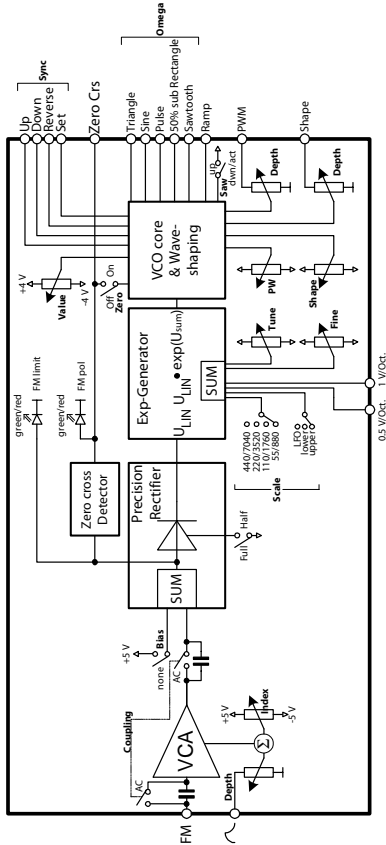
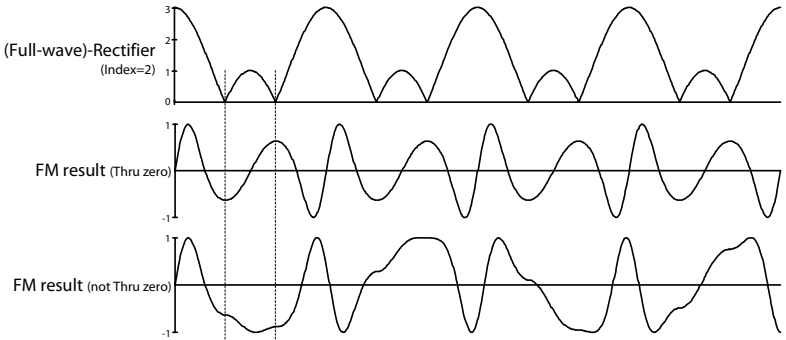
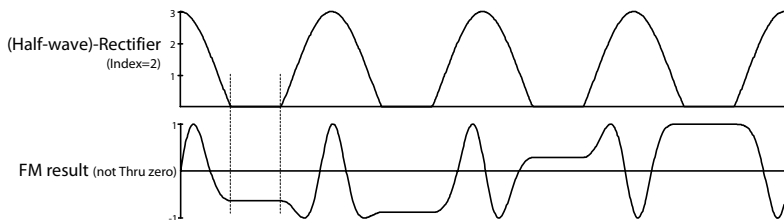

Abb. 3a Strukturbild des Oszillatorkerns
Abb. 5b FM mit Index=2
Abb. 5c FM mit Index=2 und Halbwellen-Gleichrichtung
Die Abb. 3a und 3b zeigen die vollständige Struktur des Oszillators. Es werden nun Stück für Stück alle Teile daraus beschrieben und ggfls. mit Hilfe weiterer Grafiken veranschaulicht.
Ein e-Funktionsgenerator (Exp-Generator in Abb. 3a) ist praktisch jedem Musik-VCO zu eigen. Es gibt einen linearen Spannungseingang, bei dem die Oszillatorfrequenz in Hertz/Volt skaliert ist und einen exponentiell wirkenden Spannungseingang, dessen Funktion man in Oktaven/Volt oder Dekaden/Volt angeben kann. Allgemein erhält man für die letztendliche Steuerspannung  $U_C$  den mathematischen Ausdruck:  $U_C = U_{lin} \cdot e^{\alpha U_{sum}}$ , wobei  $\alpha$  ein exponentieller Skalierungsfaktor ist und  $U_{sum}$  die Gesamtspannung am exponentiellen Eingang (im folgenden e-Eingang genannt). Und diese setzt sich wie folgt zusammen.
In der obigen Abb. 3a führt der  $U_{\text{Lin}}$ -Eingang des e-Funktionsgenerators, der auch die Signale für das lineare FM bekommt, zum Ausgang eines Präzisionsgleichrichters (**Precision Rectifier**).
Die Abb. 5b zeigt nun unter den selben Voraussetzungen wie eben für Carrier und Modulator die Ergebnisse für den Modulationsindex =2. D.h., die Modulationsamplitude ist doppelt so groß wie der Bias-Wert. Für die Modulatorwelle werden jetzt die Werte +3 (normierte Grafik) und -1 erreicht. Weil der Oszillator aber -1, also negative Spannungen am  $U_{Lin}$ -Eingang nicht "verstehen", macht der **Full-wave-Rectifier** zunächst wieder +3 und +1 daraus (oberer Graph). Der Oszillator wird aber für die korrekte Signalverarbeitung vom **Zero-cross-Detector** (s. Abb. 3a) mit der Vorzeicheninformation versorgt. Mit jedem Vorzeichenwechsel wird der Oszillator seine Laufrichtung umkehren. Das gilt übrigens auch für Sägezahnwellen; sie fallen oder steigen
Abb. 5c zeigt noch den Fall, wenn der Gleichrichter im Halb-Betrieb arbeitet.
**Rect-Schalter:** Mit diesem Schalter kann der Gleichrichter in eine der zwei hier beschriebenen Betriebsarten versetzt werden. In Stellung "Full" arbeitet er wie in Abb. 5b und in Stellung "Half" wie in Abb. 5c.
Die obige Abb. 3a zeigt, dass dem Gleichrichter zum einen der Bias und zum anderen ein externes Modulationssignal zugeführt werden. Das Modulationssignal wird an die